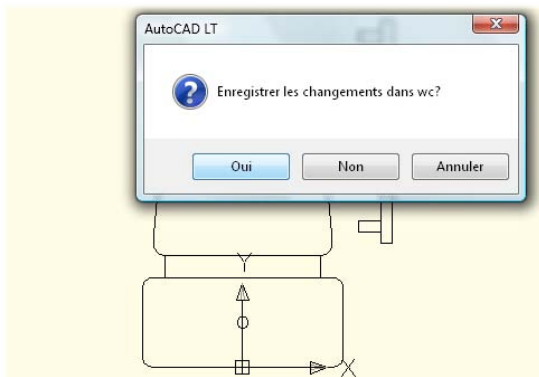

Figure 4.17
4. AutoCAD demande si vous désirez enregistrer ou non les modifications. Répondez Oui (voir Figure 4.17).